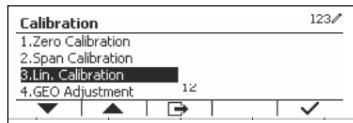

Figure 13
- Pour quitter la sélection « Span calibration », appuyez sur le bouton multifonction correspondant à l'icône ✓. (Voir Figure 13)